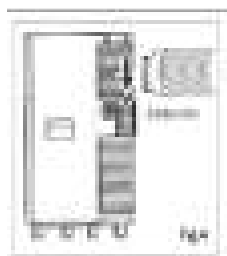

Рис. 4
3. Встановіть вхідний патрубок шлангу в пристрій (Рис. 4).